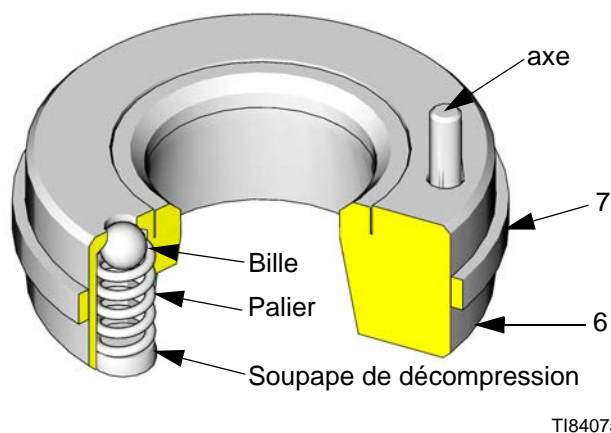

FIG. 6. Sièges d'entrée avec vanne de décompression
4. Installez le siège d'entrée de la vanne de décompression (6) du côté gauche du boîtier d'entrée (15), comme indiqué dans la FIG. 4 et FIG. 5. (Le texte intégré dans le boîtier d'entrée permet d'identifier le bon emplacement du siège de la vanne de décompression.) La goupille (P) sur le siège doit pointer vers le boîtier. La goupille limite le positionnement du siège ; de cette manière, aucune partie du boîtier ne bloquera l'évacuation. Consultez la FIG. 6.